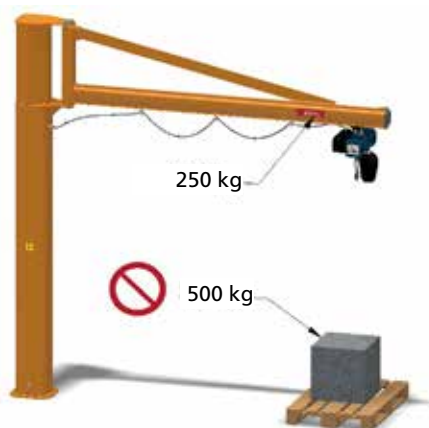

fig.74
- ▶ **NUNCA** levante cargas superiores a la capacidad nominal y no equiepe la grúa con polipastos de capacidad nominal superior a la capacidad de la propia grúa (fig. 74).